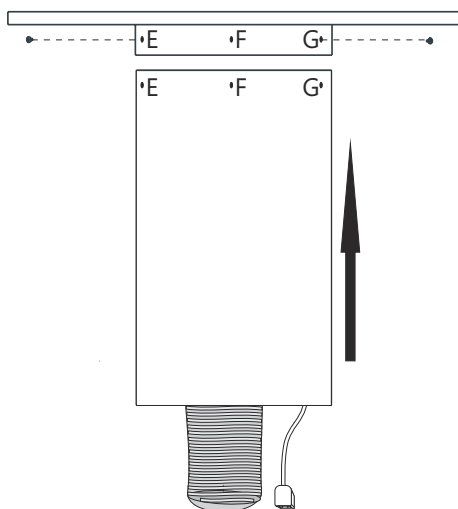

Fig. 11
5. ➡ För upp skorstenen mot utsugskanalen, strömkabeln till takfästet. Se till att fästa skorstenen ordentligt i takfästet vid punkterna E, F och G med 3st 3,5 x 9,5-skruvar (Fig. 11).